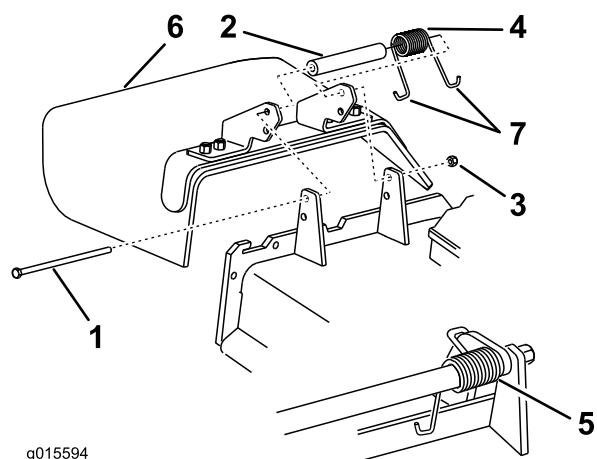

Figure 100
1. Retirez le contre-écrou, le boulon, le ressort et l'entretoise qui fixent le déflecteur aux supports de pivot (Figure 100). Enlevez le déflecteur s'il est endommagé ou usé.
Remarque: Prenez soin de placer une extrémité en **J** du ressort derrière le bord du tablier avant de mettre le boulon en place, comme illustré à la Figure 100.
- Remettez le boulon et l'écrou. Accrochez une extrémité en **J** du ressort au déflecteur d'herbe (Figure 100).